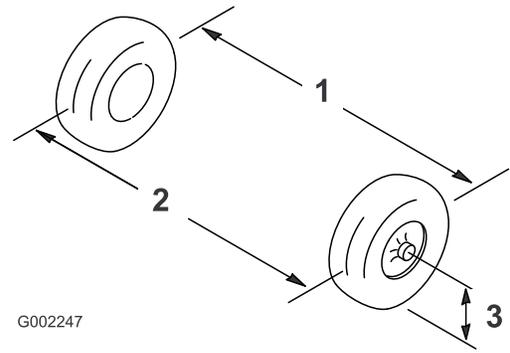

Figura 52
2. Mida la distancia entre los neumáticos delanteros a la altura del eje, en la parte delantera y trasera de las ruedas (**Figura 52**).